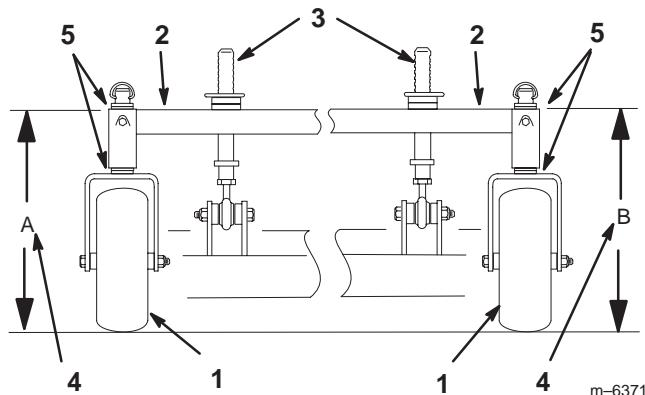

Figure 48
- Mesurez la hauteur du bâti porteur au point A (Fig. 48).
- Mesurez la hauteur du bâti porteur au point B (Fig. 48).